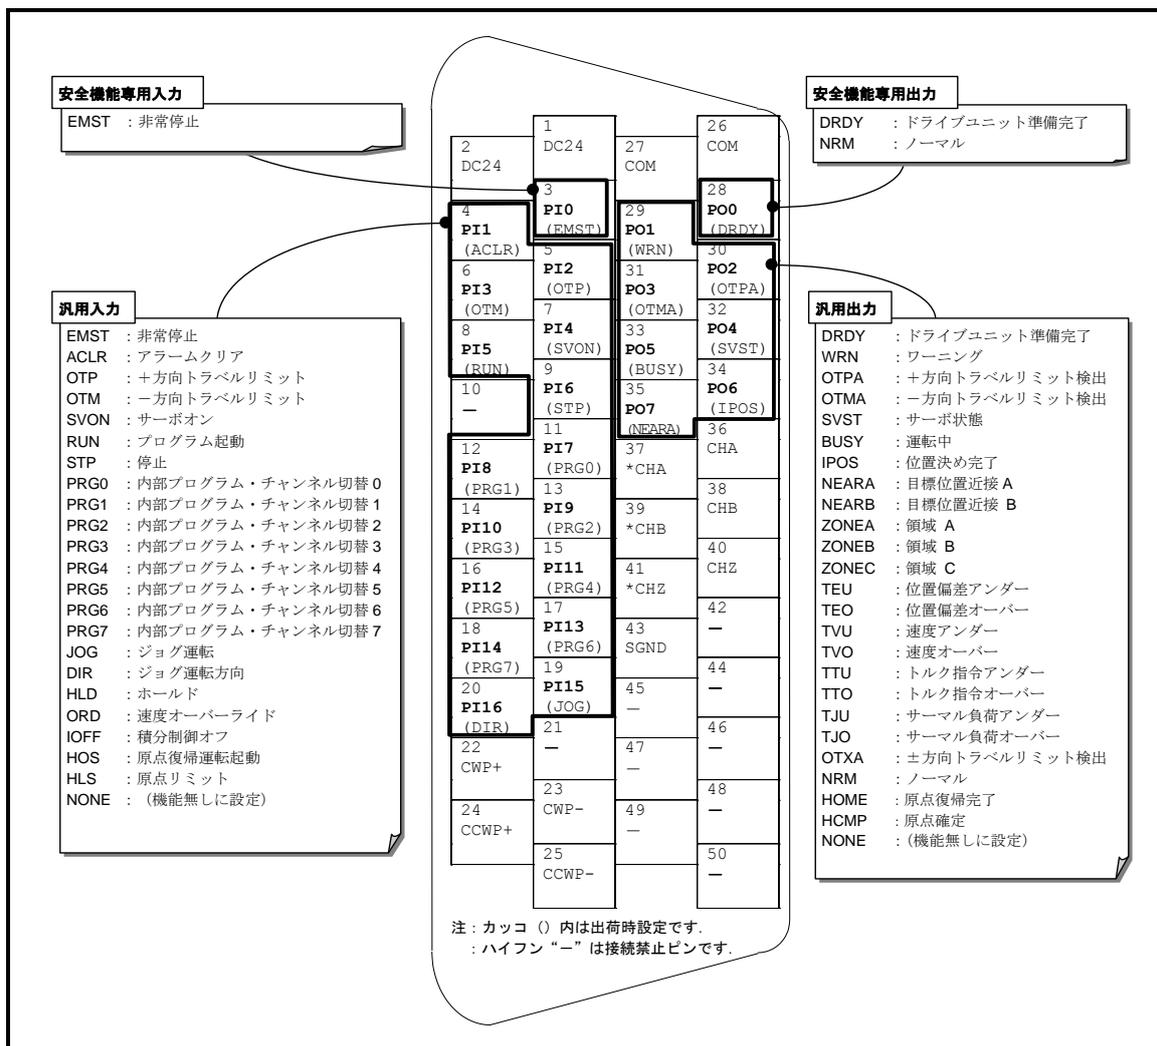

図 8-1：制御入出力コネクタ CN2 と割り当て可能な機能
- CN2：制御入出力コネクタの各ポートは、「図 8-1：制御入出力コネクタ CN2 と割り当て可能な機能」のように入出力機能の割り当てを変更できます。（一部のポートを除く）